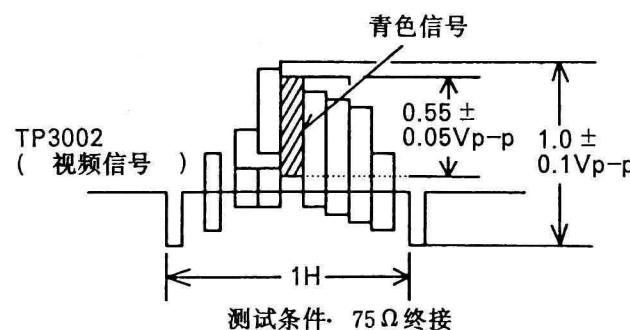

图16
- 步骤: ①以SP方式用空白磁带记录彩条信号;
- ②将示波器连接到TP3002,条件: 75 Ω 终接;
- ③调节VR803,使青色电平调为 0.55 ± 0.05 Vp-p,如图16所示。